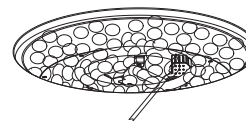

Figure 2
12. Si l'allumeur n'allume pas le brûleur : (figure 2)